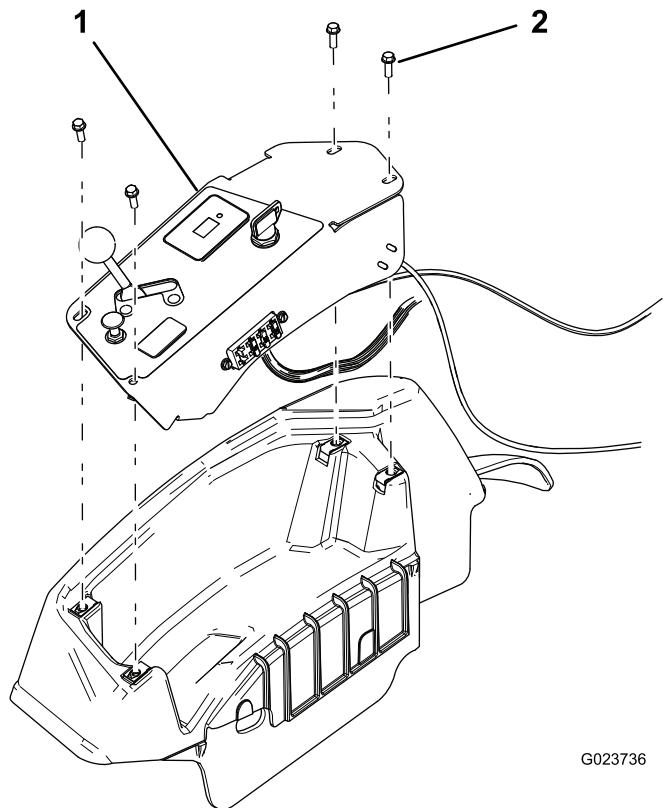

Figura 32
2. Remova o painel de controlo (Figura 32).